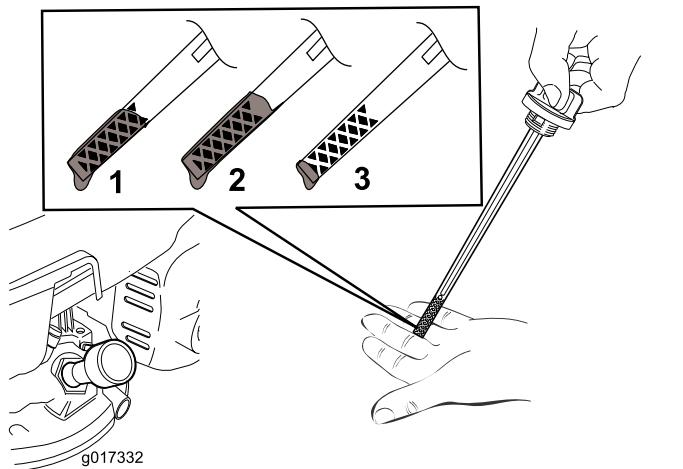

図 11
**注** ディップスティックで量を確認しながら 図 11 に示される適正量までオイルを入れる。オイルを入れすぎてしまった場合には、「エンジンオイルの交換」の項に従って余分なオイルを抜き取ってください。